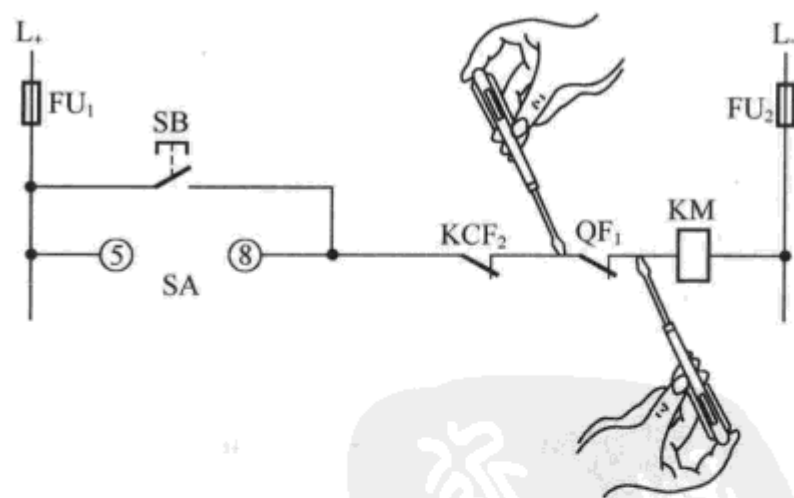

图 5-5 用试电笔检查直流电路的断路故障
② 用试电笔检查直流电路断路故障的方法如图 5-5 所示。检查时先用试电笔检测直流电源的正、负极，氖管后端（手持端）明亮时为正极，氖管前端明亮时为负极。也可根据亮度判断，正极比负极亮一些。